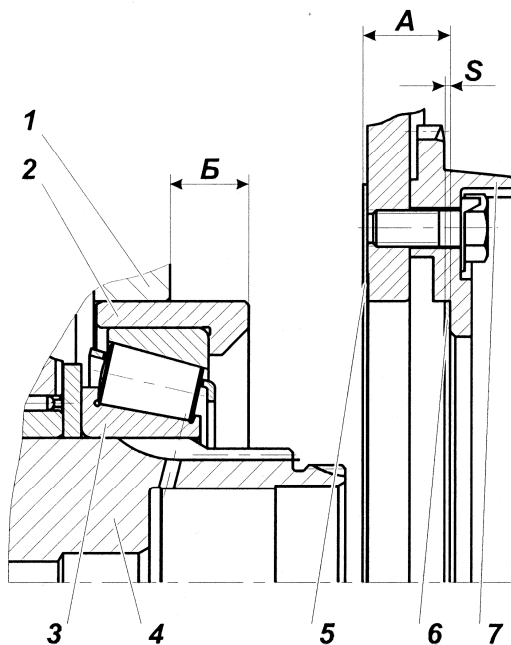

Рис. 32:
3.3 Замерить абсолютные величины размеров А (между торцами зубчатой муфты и уплотнительной прокладки) и В (между торцами картера и гнезда подшипника) рис. 32.
4 Демультипликатор с установочными прокладками, подобранными по п. 3, пристыковать к картеру коробки передач, обеспечив затяжку болтов крепления демультипликатора к коробке передач с  $M_{кр} = 215,74 \dots 274,5$  Н·м (22...28 кгс·м). Перед установкой демультипликатора на уплотнительную прокладку поз. 5 (рис. 32) с обеих сторон нанести герметик УГ-9 ТУ 6-01-1326-86 или УГ-6 ТУ 6-01-1285-84 непрерывной полосой шириной 2...3 мм по контуру.